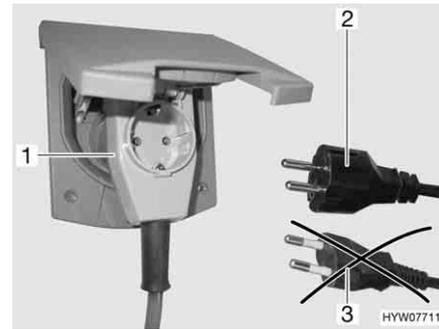

Bild 158 Anschluss an eine Winkel-
- ▶ Bei Verwendung einer CEE 17 Winkelkupplung mit rückseitig eingebauter Steckdose (Bild 158,1) nur einen gummierten und versiegelten IP 44 Stecker mit Schutzkontakt (Bild 158,2) verwenden. Keine Stecker ohne Schutzkontakt (Bild 158,3) verwenden. Gefahr eines Stromschlages!